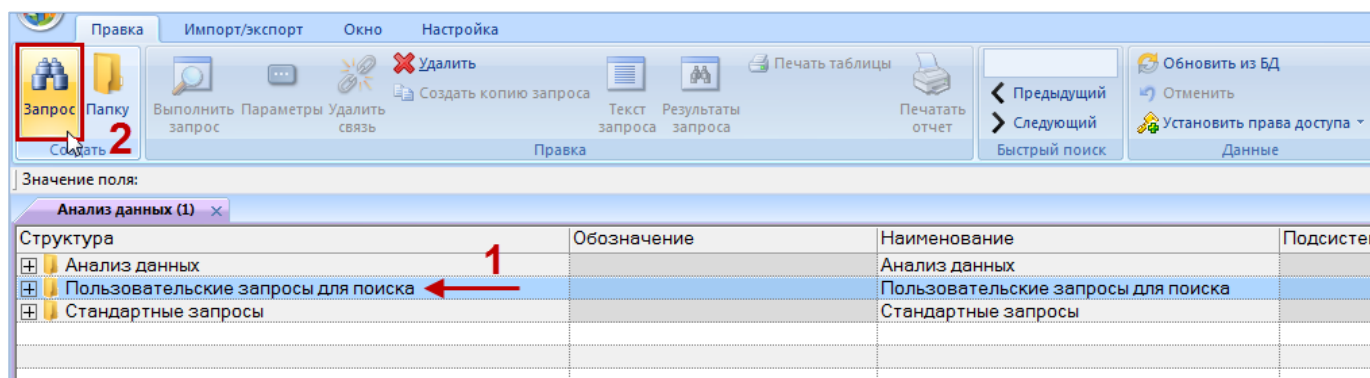

Рис. 7-4 – Создание запроса
2) Выбрать папку (1 на рис. 7-4) или существующий запрос. При необходимости создать новую папку, нажав кнопку «Папку» панели «Создать».
3) Нажать кнопку «Запрос» панели «Создать» (2 на рис. 7-4).